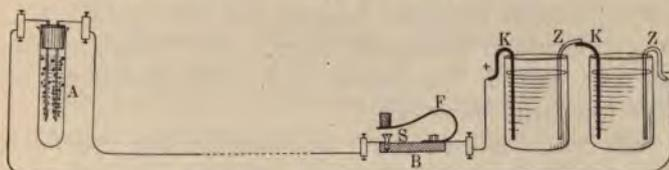

Fig. 138. Knallgästelegraphie.
**Knallgastelegraphie.** Nichts ist leichter, als mit Hilfe der beschriebenen Gasauscheidungen eine elektrische Telegraphie einzurichten. Durch einen Stopfen werden zwei Drähtchen gesteckt und in einem Reagenzgläschen befestigt. Da es bei diesem Versuche nicht darauf ankommt, die Gase ganz rein zu erhalten, begnügt man sich mit Kupfer-, besser noch mit den billigen Neusilberdrähten. Die Füllung ist mit etwas Schwefelsäure angesäuertes Wasser (Fig. 138).
Umständlich und unsicher ist es freilich, die Stromschlüsse durch Berührung des Batteriepoles herzustellen, und es lohnt sich schon der Mühe, für diesen und für alle künftigen Versuche, bei denen die Batterie nur zeitweise geschlossen werden soll, einen einfachen „Stromschlüssel“ anzufertigen. Auf einem Grundbrettchen *B* (Fig. 138, a. v. S.) befestigt man eine 2 cm breite Messingfeder *F*. Drückt man die Feder herab, so berührt sie den Kopf der Messingschraube *S* und der Strom wird geschlossen, wenn, durch entsprechende Anschlüsse, Schraube und Feder mit der Leitung und der Batterie in Verbindung stehen. Zur besseren Handhabung fittet man auf die Feder einen Kork. Die Berührungsstellen müssen stets ganz sauber sein.